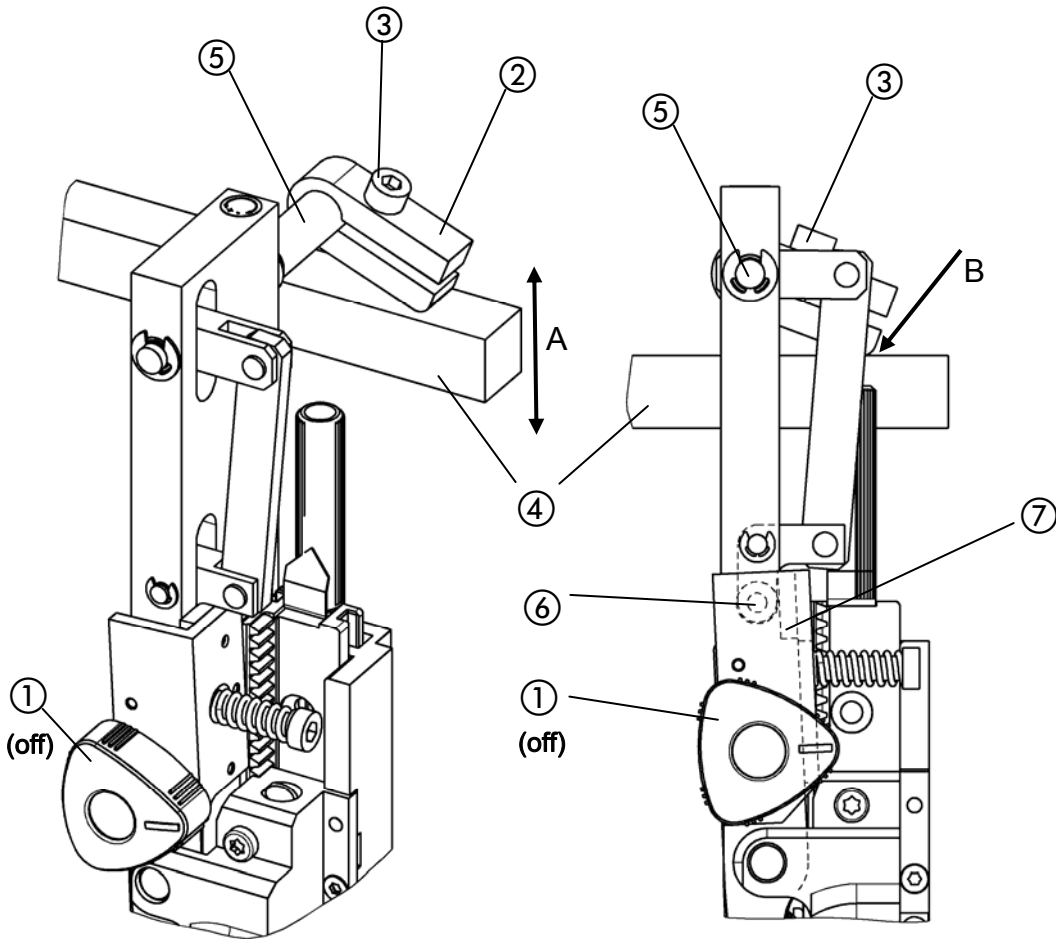

Fig. 22
- Fig. 22 -
- Desconectar el transporte de alambre en la empuñadura triangular ① (la línea de marcación debe estar dirigida hacia la derecha como se indica en la Fig. 22).
- Soltar el bloqueo del segmento de conmutación ② en el tornillo ③.
- Desplazar la viga de elevación ④ (disparo de conmutación en el caso de una hoja fallida) hacia arriba (**Flecha A**).
- Girar el eje ⑤ del segmento de conmutación hacia la izquierda (sentido antihorario) hasta que el balacín inferior ⑥ esté alineado con el apoyo de la palanca de transporte ⑦.
- Apoyar simultáneamente el segmento de conmutación ② sobre la viga de elevación ④ (**Flecha B**) y apretar el tornillo ③.
- Presionar la viga de elevación ④ nuevamente hacia abajo (**Flecha A**).
- Conectar de nuevo el transporte de alambre en la empuñadura triangular ① (la línea de marcación debe estar dirigida hacia arriba o abajo).